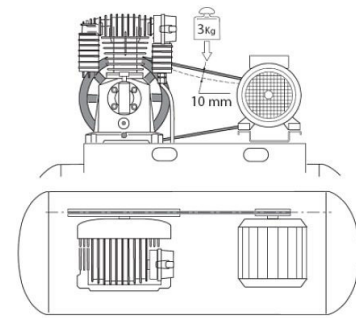

Abb. 15: Prüfen der Riemenspannung
Schritt 3: Überprüfen Sie die Riemenspannung. Der Riemen muss sich in der Mitte um ungefähr 10 mm biegen, wenn eine Belastung von 3 kg daran angebracht wird (Abb. 15). Stellen Sie die Riemenspannung gegebenenfalls nach (durch Verschieben des Motors) und achten Sie dabei darauf, dass die Riemenscheibe und das Schwungrad ordnungsgemäß gefluchtet bleiben.